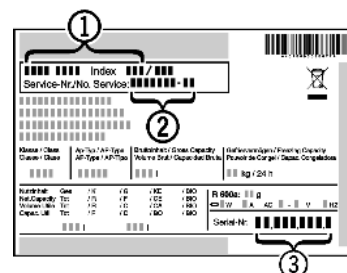

Fig. 23
- ▶ Odczytać z tabliczki znamionowej oznaczenie urządzenia Fig. 23 (1), nr serwisowy Fig. 23 (2) oraz numer seryjny Fig. 23 (3). Tabliczka znamionowa znajduje się po lewej stronie wewnątrz urządzenia.
- ▶ Poinformować serwis i podać opis zakłócenia, oznaczenie urządzenia Fig. 23 (1), nr serwisowy Fig. 23 (2) oraz numer seryjny Fig. 23 (3).